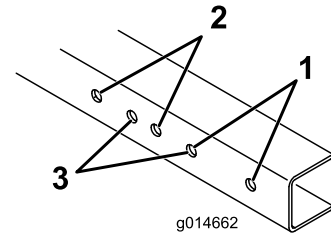

图 2
1. 请参阅图 2 确定应该选用哪些安装孔以适合您的果岭剪草机宽度。
注意 在 Greensmaster 1000、1010 和 2000 机器上当配备疏草刀时必需卸下疏草刀端的车轮轴然后购买并安装新的车轮轴零件号 106-5385。此外将疏草刀端的轨道总成安装到 Greensmaster 1600 和 1610 的孔位置上图 2。